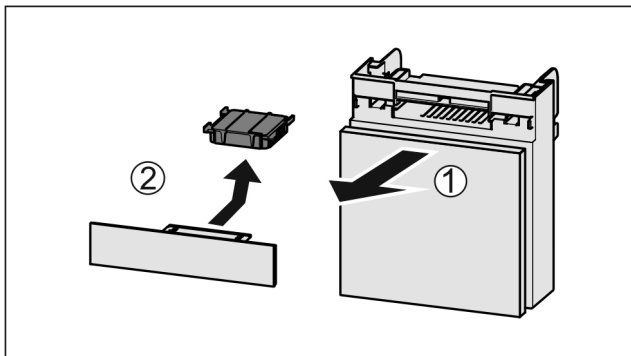

Fig. 168
- ▶ Потягніть Fig. 168 (1) відділення вперед.
- ▶ Витягнути Fig. 168 (2) фільтр з активованого вугілля.